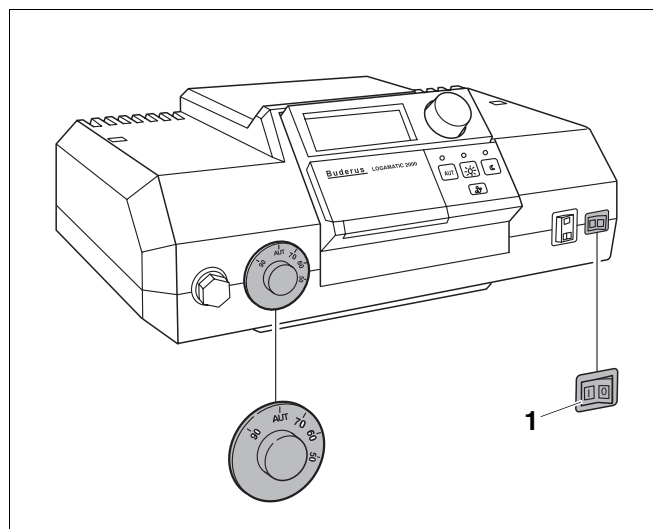
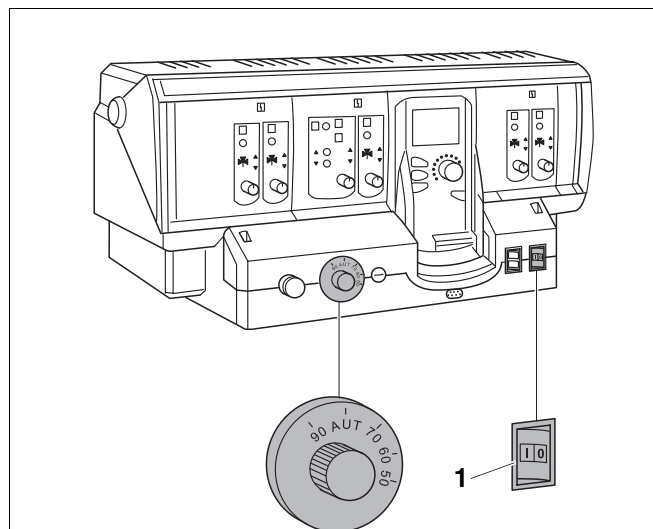

Abb. 45 Regelsystem Logamatic 2000
Abb. 46 Regelsystem Logamatic 4000
- Betriebsschalter (Abb. 45, **Pos. 1** u. Abb. 46, **Pos. 1**) in Stellung „0“ (AUS) stellen.